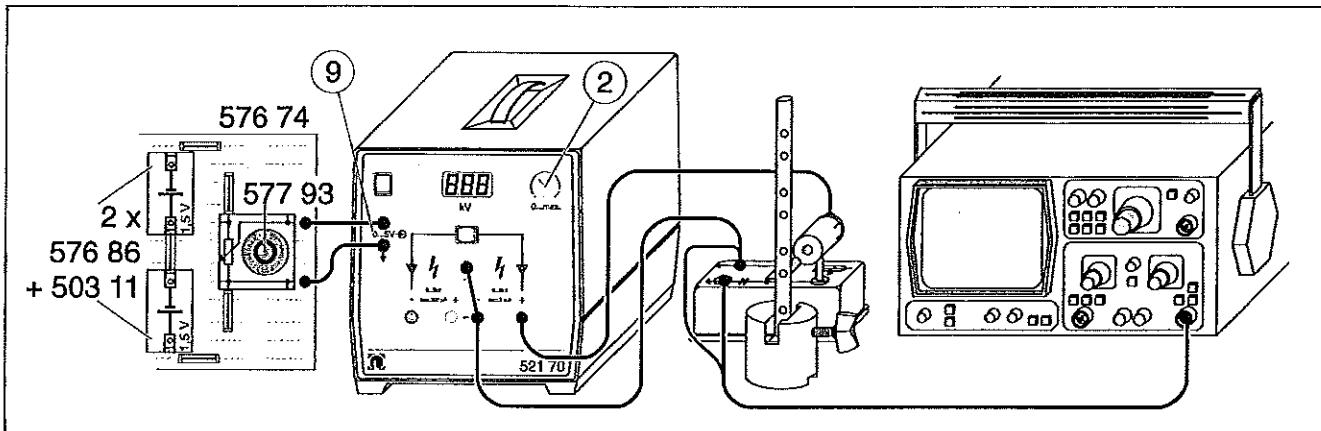

Fig. 4
- qui exigent un réglage précis de la haute tension (voir fig. 4) ou
- que requieren un ajuste fino de la alta tensión (véase la Fig. 4)